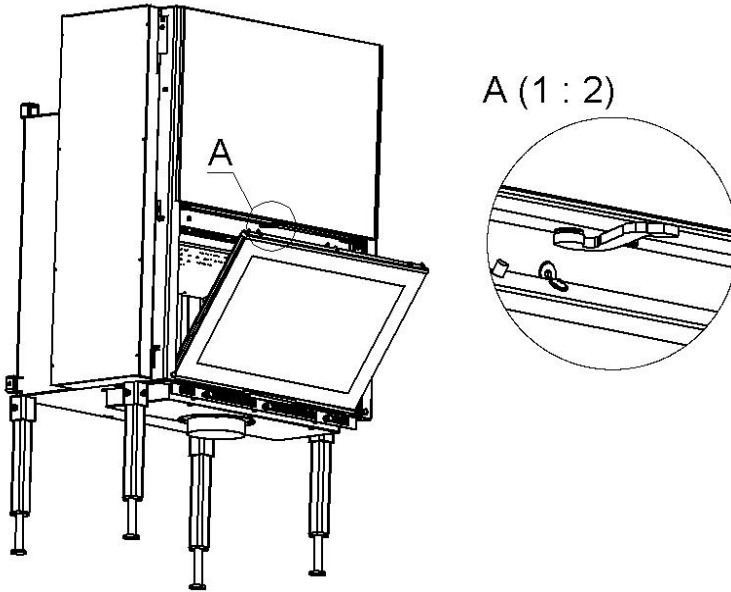

Рис. 6 Відкривання дверцят топки
2. Ручку, розташовану зверху по центру над дверцятами топки (див. рис.6), плавним обертальним рухом поверніть вправо, тим самим розблокується замок і зафіксуються дверцята від підйому вгору.
3. Рукою візьміться за верхню частину дверцят і обережно потягніть на себе до упору. Дверцята повинні відкритися, як показано на рисунку (див рис.6).
2. Ручку, розташовану зверху по центру над дверцятами топки (див рис.6), плавним обертальним рухом поверніть вліво, тим самим блокується замок і фіксуються дверцята в рамі гільйотини.